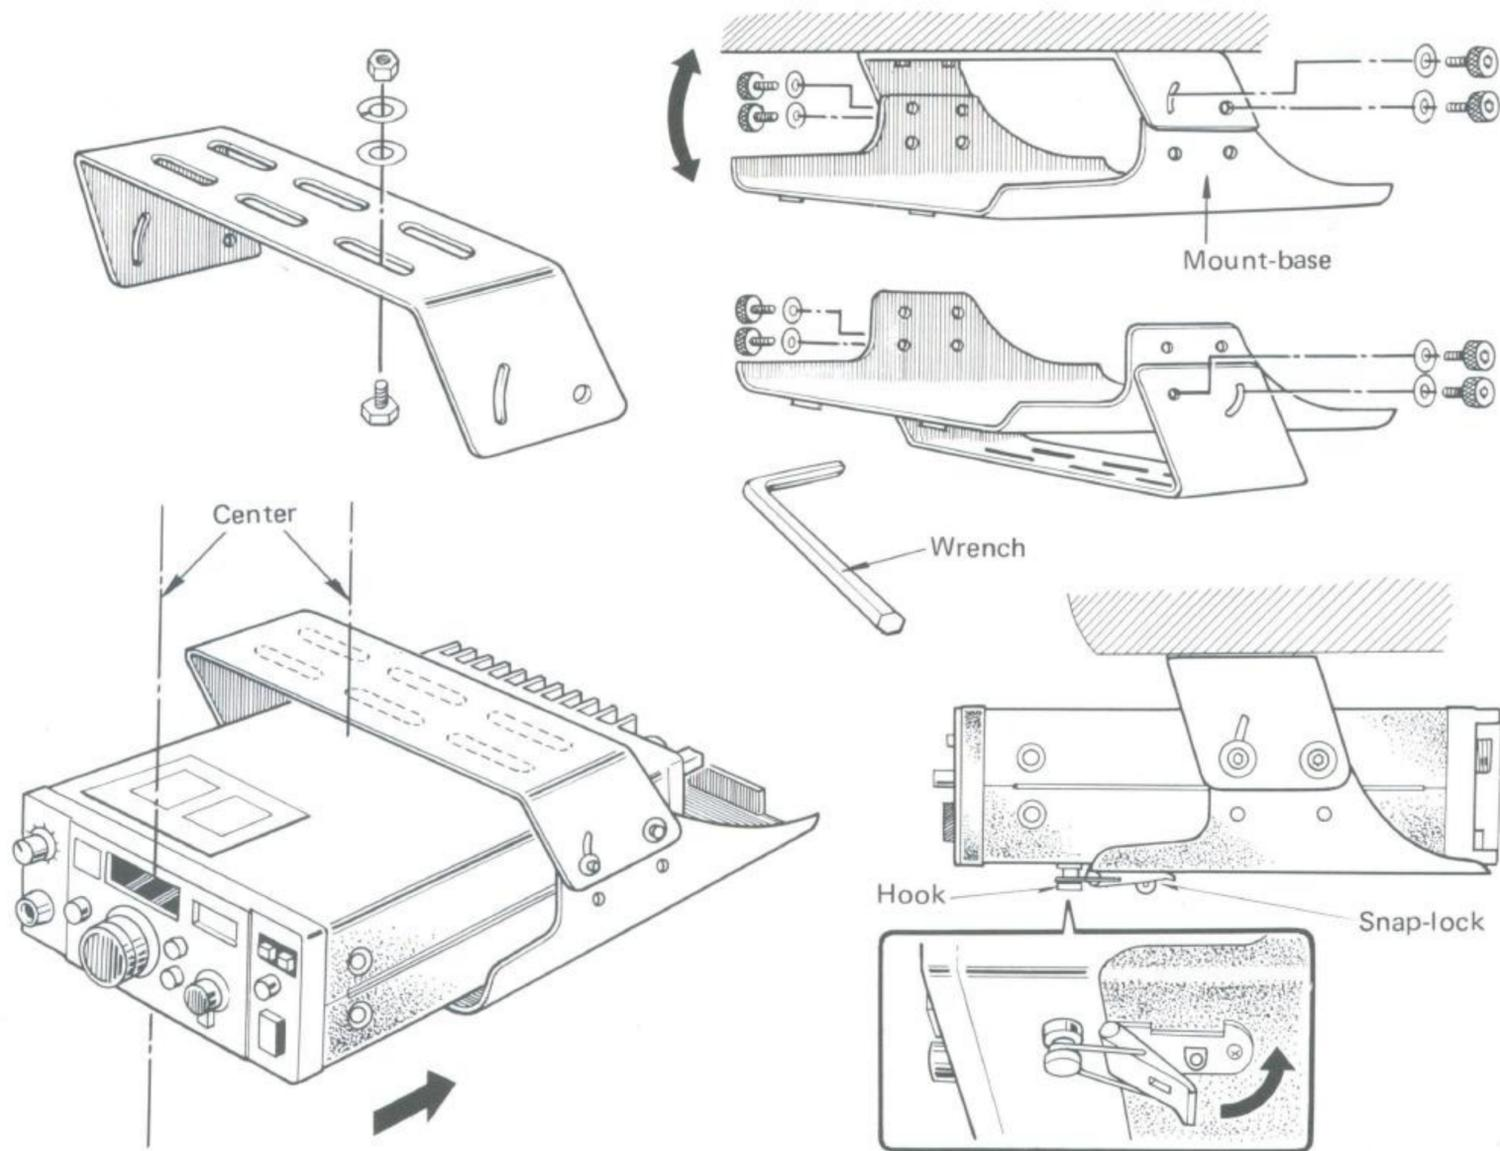

Fig. 3-2 Bracket Installation
**2. Installation (Fig. 3-2)****IMPORTANT**